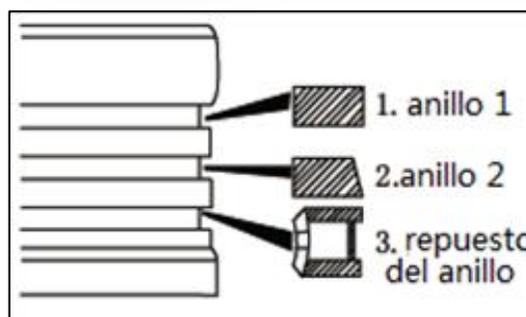

Fig. 5.115
9. Instale los anillos después de limpiar la ranura de pistón. **Fig. 5.115.**